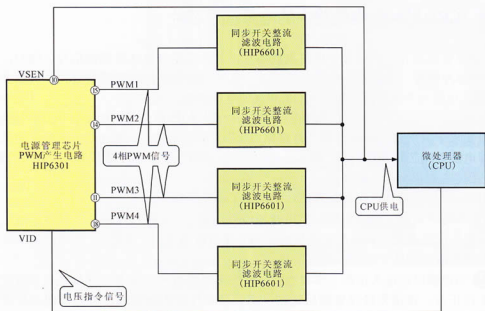
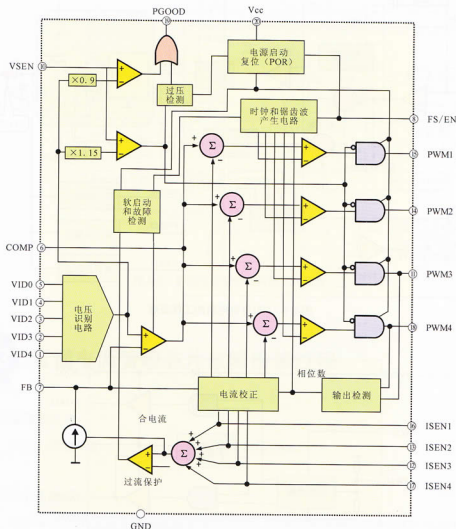

图4-4 CPU供电电路框图
图4-5 HIP6301芯片的内部框图
如图4-4所示为CPU供电电路的方框图,主电源管理芯片是HIP6301,它接收CPU芯片的电压指令信号,通过对指令信号的识别输出4路脉宽调制信号(PWM1~PWM4),这4
路相位不同的脉冲信号经4个同步开关电路HIP6601和整流滤波变成直流电压，并联后为CPU供电，以满足CPU对功率的要求。从图4-4可见，HIP6301是主开关振荡电路，其内部功能框图如图4-5所示。在该芯片内的时钟和锯齿波产生电路为4路PWM调制电路，能提供4相位锯齿波信号。CPU的电压指令以5位二进制信号编码的形式送到①~⑤脚，经芯片内部的电压识别电路后，向PWM电路输送控制信号，⑪、⑭、⑮、⑱脚输出4路相位不同的PWM信号。